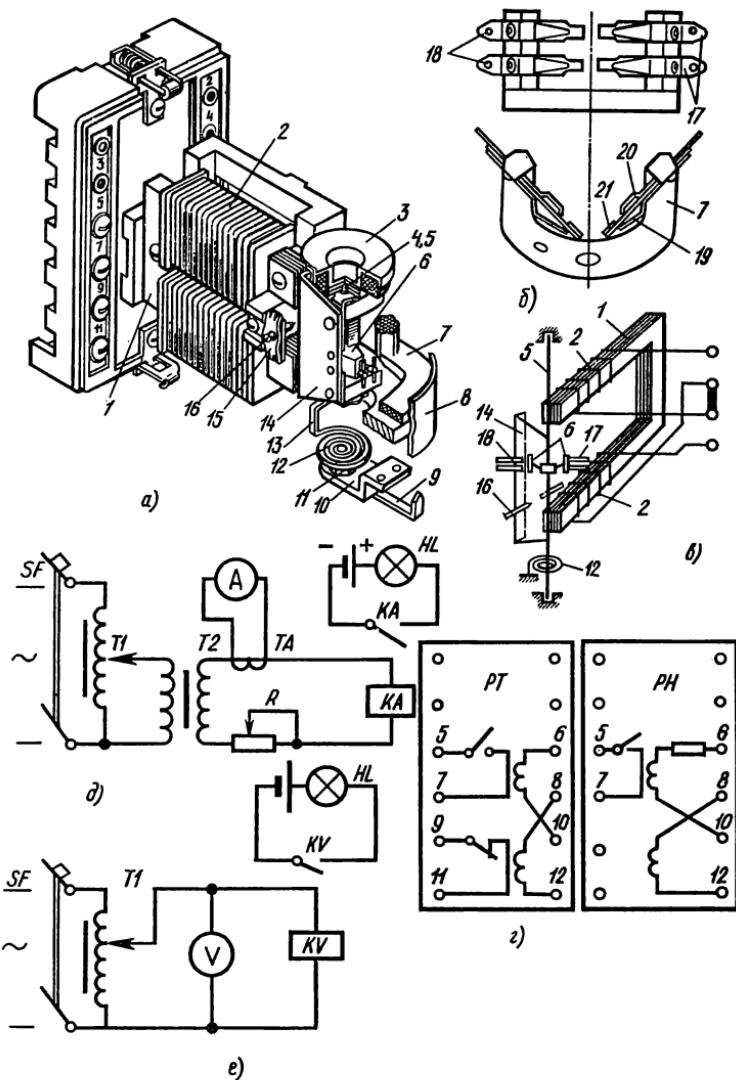

Рис. 26. Реле вторичные косвенного действия тока РТ и напряжения РН:
**Реле вторичные косвенного действия тока РТ и напряжения РН** (рис. 26). Проверка реле включает:
После сборки и всех испытаний следует отрегулировать уставку реле по току (рис. 26, *д*) и уставку по напряжению (рис. 26, *е*). Пользуются реостатом 5—10 Ом и лампой 3,5 В, 1 Вт. Срабатывание реле определяют по лампе, возврат — на слух в момент остановки ярма.